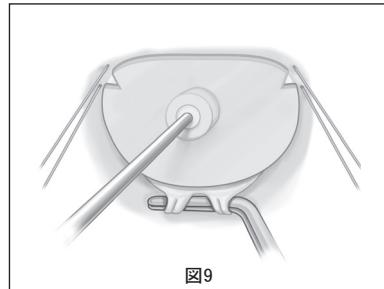

図9
1. リングのサイズを決めるため、モデル1252サイザーを使って僧帽弁を測定します。弊社のモデル1252サイザーを用いた交連間距離と前尖の高さおよび／または面積の測定に基づいてリングを選択します。図9に示すように、前尖を広げ、前尖の高さおよび面積を測定します。